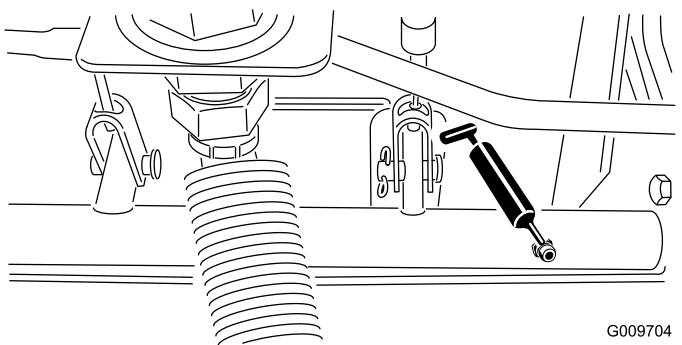

Figura 43
- Rolamentos articulados do eixo do travão (5) (Figura 43)